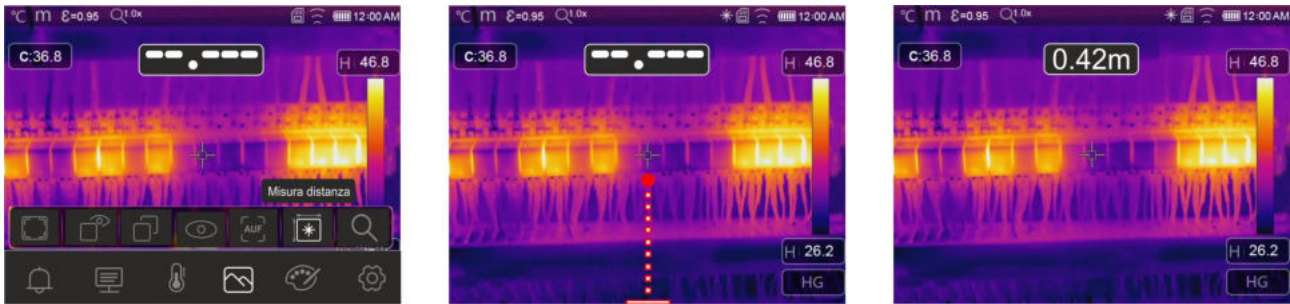

Fig. 37: Funzione misura distanza con puntatore laser
4. Toccare l'icona "☀" per attivare la misura di distanza dello strumento dall'oggetto inquadrato. La videata di Fig. 37 – parte sinistra è mostrata a display
5. Premere il tasto "☀". Il puntatore laser è attivato sullo strumento, l'icona di presenza del laser (vedere Fig. 6 – parte 6) è presente nella parte alta e l'indicazione dell'inizio misura è presente a display (vedere Fig. 37 – parte centrale)
6. Premere nuovamente il tasto "☀" per eseguire la misura. Il risultato è mostrato nella parte alta centrale del display (vedere Fig. 37 – parte destra)